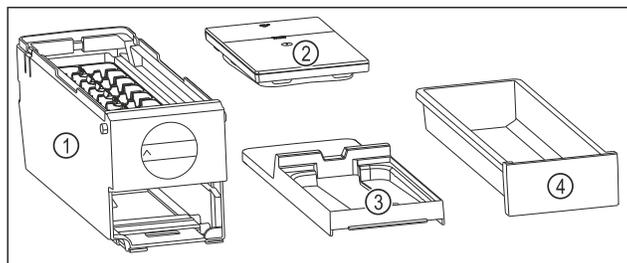

Fig. 136 Composants de l'EasyTwist-Ice
- ▷ L'EasyTwist-Ice est démonté en quatre parties. (voir *Fig. 136*)
- ▶ Ne démonter l'EasyTwist-Ice que de la manière illustrée. (voir *Fig. 136*)
- ▶ Nettoyer le corps de l'EasyTwist-Ice *Fig. 136 (1)* dans son ensemble.